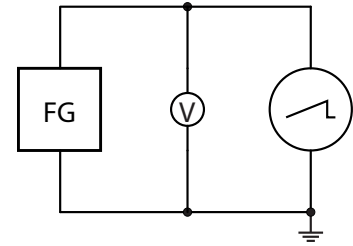

Abbildung 13: Messen der Ausgangswechselspannung eines Frequenzgenerators (FG) mit Digitalvoltmeter und Oszilloskop.
- Erzeugen Sie mit dem Frequenzgenerator sinusförmige Wechselspannungen mit  $u_{SS} \approx 5 \text{ V}$  und ohne DC-Offset im Frequenzbereich von 1 Hz bis 20 kHz und schließen Sie ein Multimeter und ein Oszilloskop an (Abb. 13). Bestimmen Sie mit dem Oszilloskop den Spitze-Spitze-Wert, die Amplitude, den Effektivwert (RMS), die Periodendauer und die Frequenz.9 Führen Sie diese Messungen für insgesamt fünf Frequenzen im Frequenzbereich zwischen 1 Hz und 20 kHz durch. Bei welchen Frequenzen zeigt das Multimeter den richtigen Effektivwert an?